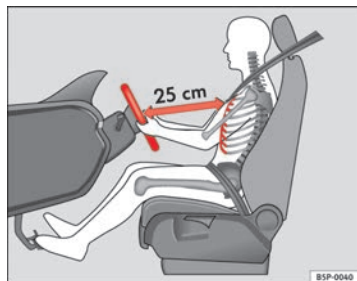

Abb. 1 Der richtige Abstand des Fahrers vom Lenkrad
- Stellen Sie das Lenkrad so ein, dass der Abstand zwischen Lenkrad und Brustkorb mindestens 25 cm beträgt ⇒ Abb. 1.
⇒ Seite 10, Abb. 1. Beträgt der Abstand weniger als 25 cm, kann Sie das Airbag-System nicht richtig schützen.